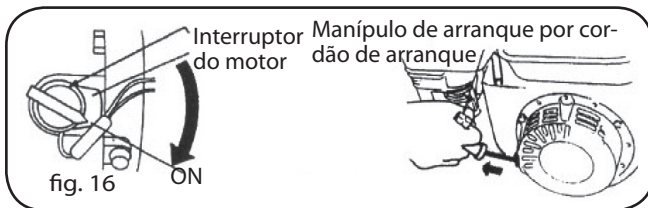

fig. 16
3. Arrancar o motor (Fig. 16).